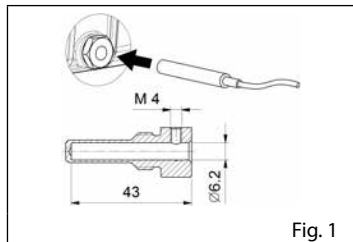

Fig. 1
- 4.8 **Prepare a temperature sensor inside the oil drain plug of the pump** (fig.1) or directly in contact with the lubricating oil (replacing the oil drain plug with it) and connect it to the system so as to report and stop the pump in case of a temperature rise above the limits indicated in the use and maintenance manual or in the technical data booklet (when present). The customer must have this equipment installed by experienced personnel in accordance
- 4.8 **Monter sur la pompe une sonde de température dans le bouchon de vidange d'huile** (fig.1) ou directement en contact avec le lubrifiant (en remplacement du bouchon de vidange d'huile) et la brancher à l'installation de manière à signaler et bloquer le fonctionnement de la pompe en cas d'augmentation de la température de l'huile dépassant les limites indiquées dans le manuel d'utilisation et d'entretien ou sur la fiche technique (s'il y en a une). Le montage de cet équipement doit être pris en charge par le client et doit être effectué par un professionnel qualifié conformément à la réglementation en vigueur.